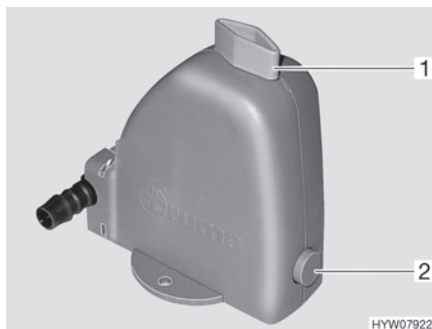

Bild 94 Säkerhets-/avtappningsventil
Värmesystemet är utrustat med en säkerhets-/avtappningsventil (Bild 94). Säkerhets-/avtappningsventilen gör så att vattnet i varmvattenberedningen inte fryser till is när det är frost och värmesystemet inte är påslagen.
- Stäng säkerhets-/avtappningsventilen. Ställ vredet (Bild 94,1) diagonalt mot säkerhets-/avtappningsventilen och tryck in tryckknappen (Bild 94,2).
- Öppna säkerhets-/avtappningsventil. Vrid då vredet (Bild 94,1) mot säkerhets-/avtappningsventilen. Tryckknappen (Bild 94,2) skjuts ut. Nu töms varmvattentanken via säkerhets-/avtappningsventilen utomhus.